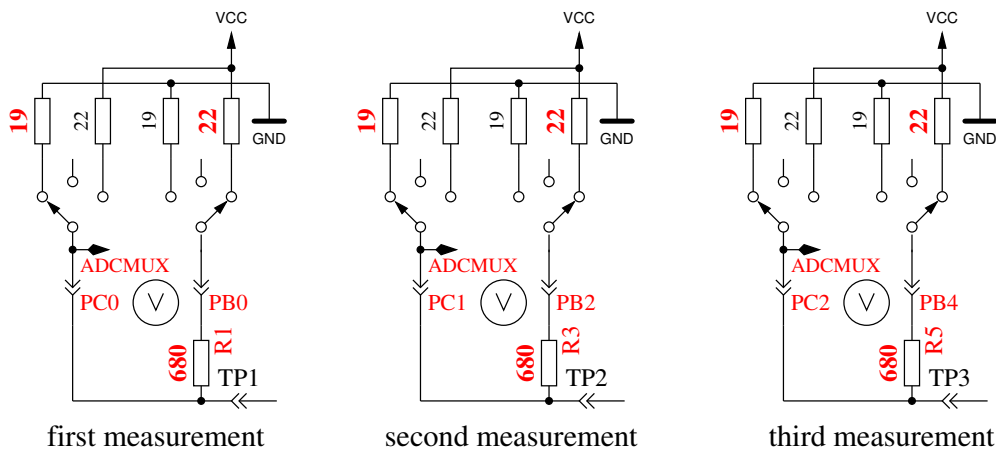

Abbildung 4.24: Messung des Innenwiderstandes von auf GND geschalteten Port C Ausgängen.
5. Dieser Schritt testet die **Fähigkeit von mit GND (-) verbundenen 470kΩ Widerständen (H) die Testpins auf GND zu ziehen.** Zeile 1 zeigt den Text „RH-“. Zeile 2 sollte für alle drei Pinne Null mV anzeigen.
6. Dieser Schritt testet die **Fähigkeit von mit VCC (+) verbundenen 470kΩ Widerständen (H) die Testpins auf VCC zu ziehen.** Zeile 1 zeigt den Text „RH+“. Der bestmögliche mV Wert für die drei Messungen wäre 5001 in Zeile 2. Große Abweichungen vom Idealwert für Schritt 5 und 6 sind Fehler wie Isolations Problem, Flußmittelreste oder beschädigter Port.
7. **Messung des Innenwiderstandes eines auf GND geschalteten Ausganges.** Der Text in der ersten Zeile des LCD ist „Ri\_Lo = (mV)“. In der zweiten Zeile des LCDs werden drei Spannungswerte angezeigt. Die internen Port C Widerstände von auf GND (-) geschalteten Ausgängen werden mit dem Strom der nach VCC (+) geschalteten 680Ω Widerstände gemessen, siehe Abbildung 4.24. Es werden nur die drei Pinne des ADC Ports vermessen, die Widerstands-Ports PB0, PB2 und PB4 können nicht ohne Veränderung der Hardware gemessen werden. Es wird angenommen, daß die Port Widerstände von unterschiedlichen Ports nahezu identisch sind. Um die Widerstandswerte zu erhalten, müssen die angezeigten mV Werte durch ungefähr 7 geteilt werden (siehe Schritt 8).